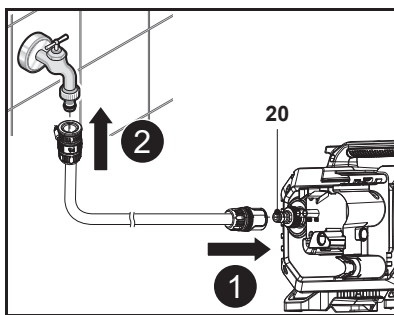

Fig. 7
2. Fixează furtunul de grădină la adaptorul de admisie a apei (20) de pe racordul de admisie a apei (13) de pe aparat (Fig. 7, pasul 1). Utilizează întotdeauna un cuplaj standard pentru admisia apei. Lungimea furtunului nu trebuie să depășească 8 m pentru o funcționare corectă.
3. Conectează celălalt capăt al furtunului de grădină la o sursă de alimentare cu apă (Fig. 7, pasul 2).